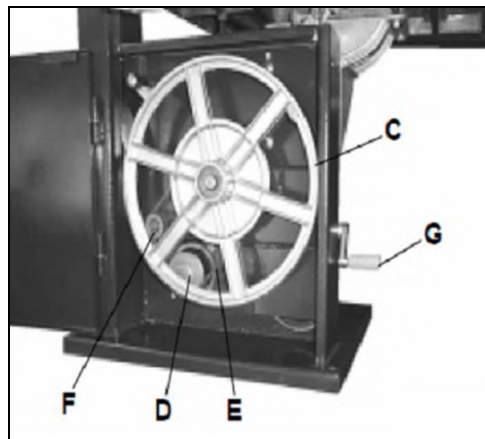

Fig 28
Det nedre hjul (C, Fig 28) har to Poly-V remskiver, motoren har en Twin-Poly-V remskive (D).